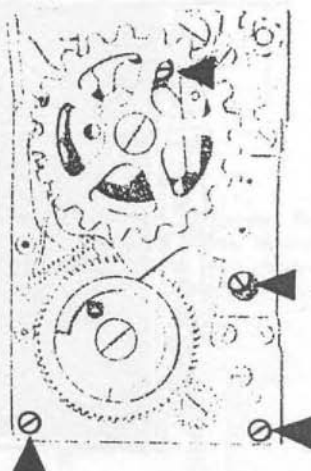

Abb. 6
- d) Die 4 Befestigungsschrauben für Verschußplatte (links) 370.06 (s. Abb. 6) und Abdeckblech 370.03 – 23 lösen. Eventuell großes Einstellrad 370.06 – 31 aus Zweikant abheben, vorher Stellung am kleinen Einstellrad 370.04 – 41 und an der Zeitkurve 370.06 – 30 markieren. Verschußplatte abheben.